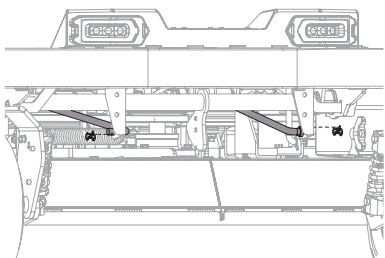

Figura 49
- Extraiga los dos pasadores con unión curva de las varillas de la plataforma que sujetan los soportes del varillaje de elevación centrales delanteros a los soportes de elevación centrales delanteros de la plataforma y tire del extremo delantero de las varillas fuera de su lugar. Consulte la Figura 49.